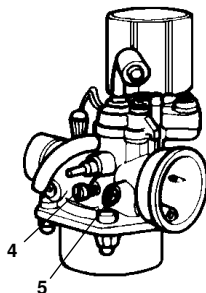

Fig. 41
- Intervenire poi con un giravite sulla vite di registro (4 - Fig. 41) tarando il minimo  $1900 \pm 100$  giri ~.
- Turn the adjuster screw (4 - Fig. 41) in the carburetor as required (RPM: 1.900 +/- 100).